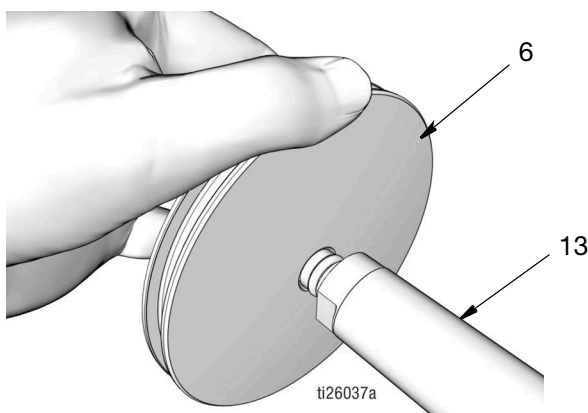

FIG. 47
- Empuje el pistón (6) sobre el extremo del vástago del pistón (13) hasta que se asiente en el vástago (FIG. 47).